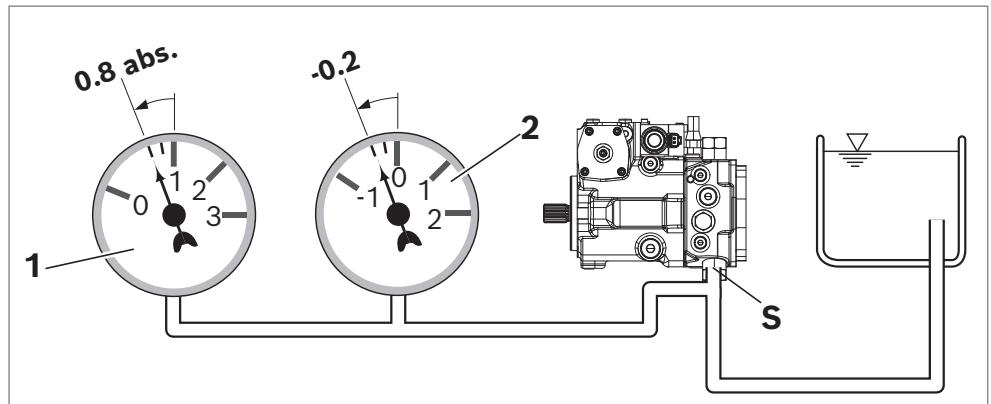

Abb. 7: Saugdruck
- ▶ Stellen Sie sicher, dass für die Axialkolbenpumpe in allen Einbaupositionen und Einbaulagen im Betrieb ein minimaler Saugdruck von 0.8 bar absolut am Anschluss **S** vorliegt (bei Kaltstart 0.5 bar absolut), siehe Abb. 7. Weitere Druckwerte siehe Datenblatt.